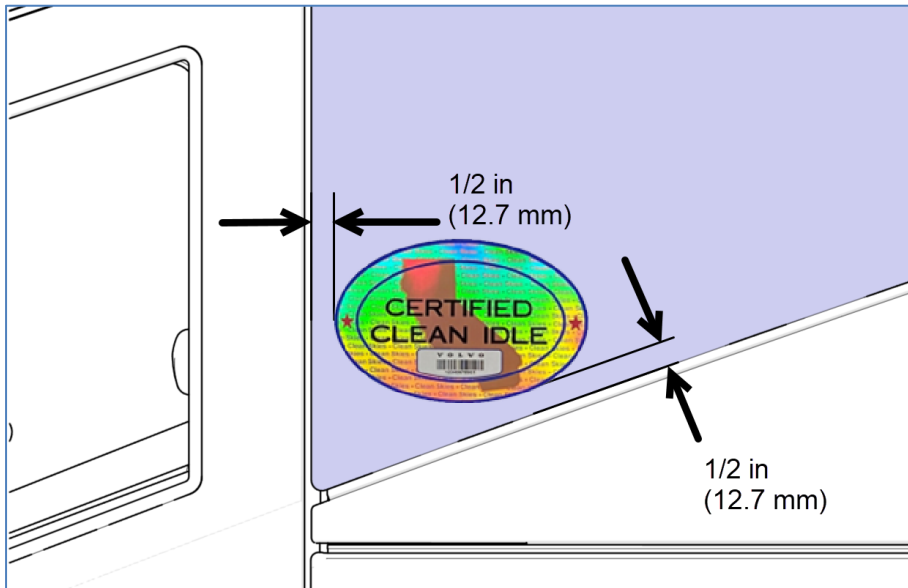
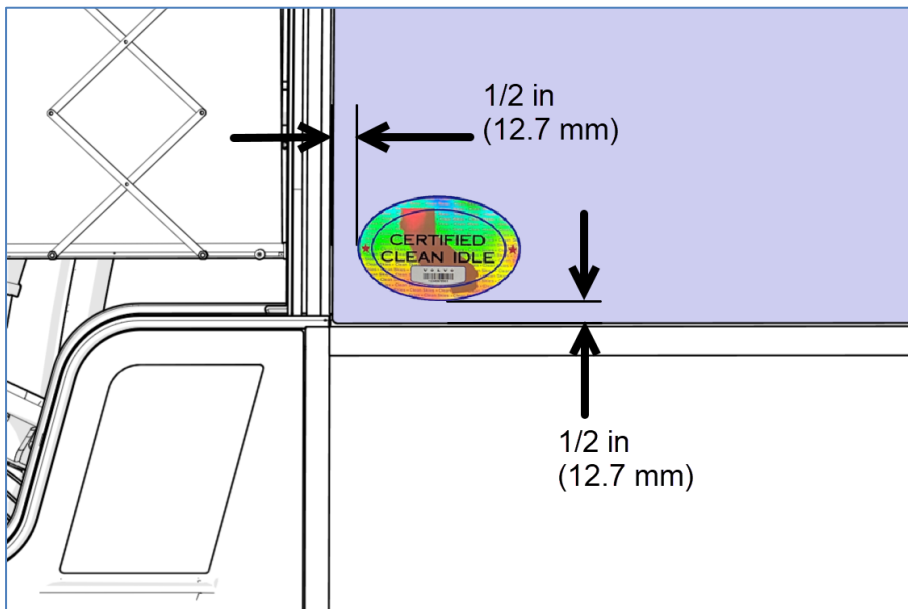
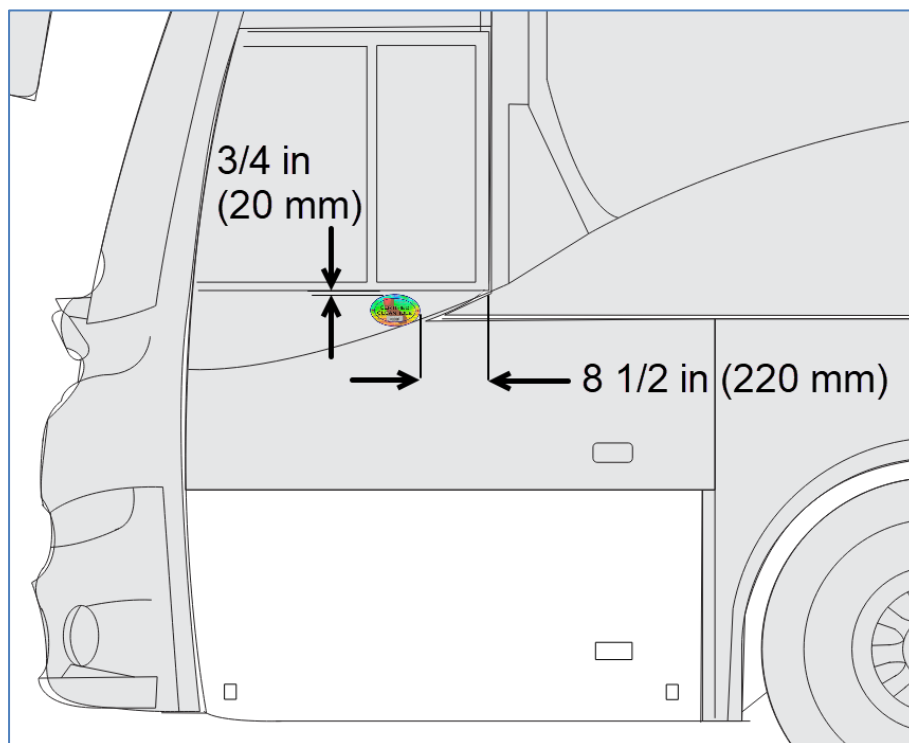

Figure 3: EMBLACEMENT DU DÉCALQUE « CERTIFIED CLEAN IDLE » SUR VÉHICULES DE SÉRIE H3
Figure 4: EMBLACEMENT DU DÉCALQUE « CERTIFIED CLEAN IDLE » SUR VÉHICULES DE SÉRIE X3
Figure 5: EMBLEMEMENT DU DÉCALQUE « CLEAN IDLE LABEL » SUR VÉHICULES **VOLVO 9700**
2. Apposer le décalque selon les dimensions de la figure 3 (série H3), la figure 4 (série X3) ou de la figure 5 (Volvo 9700).